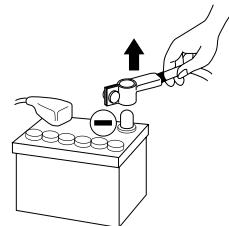

fig. 1
- Avant d'entamer l'installation, déconnectez la borne négative de la batterie pour éviter tout risque de blessure, d'incendie ou d'endommagement du matériel. (fig. 1)
2. Débranchez le fil négatif de la batterie avant de commencer l'installation (*fig.1*).